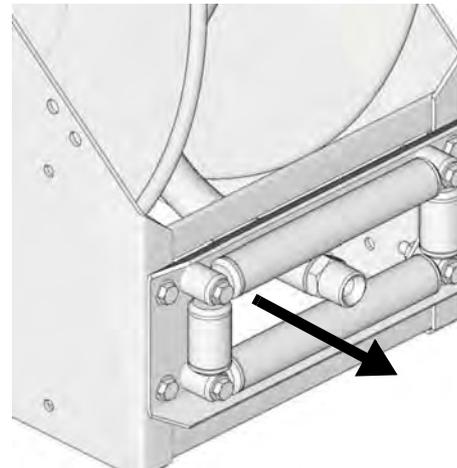

FIG. 16
13. Faire passer l'extrémité du tuyau entre les rouleaux de tuyau (FIG. 16).